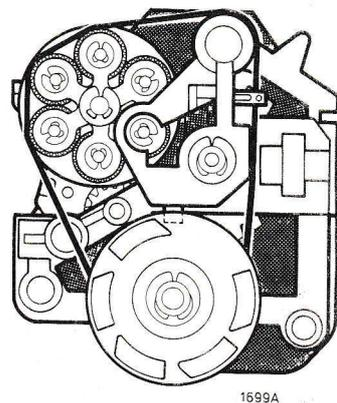

Fig. 4
- Disposer l'axe du tambour de commutation 212 dans le trou "h", les cames se placent selon ce qui est indiqué en fig. 4